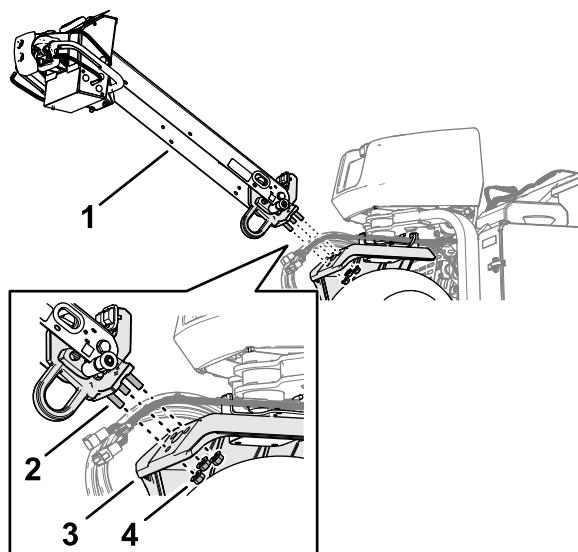

Figura 5
1. Inserite gli spinotti all'estremità della maniglia nei fori del braccio di sterzo (Figura 5).